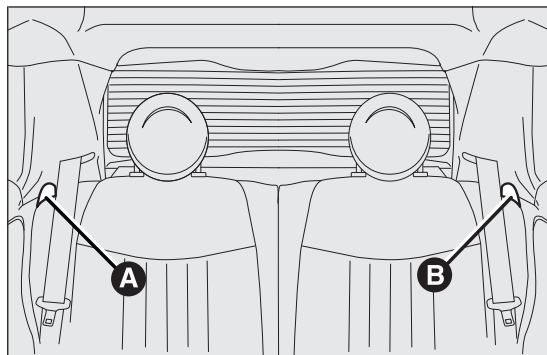

fig. 58
- ☐ utilizar las palancas A fig. 58 o B para desbloquear respectivamente la parte izquierda o derecha del respaldo y acompañar el respaldo hacia el cojín.
- ☐ utilizar las palancas A fig. 58 y B para desbloquear los respaldos y acompañarlos sobre el cojín.